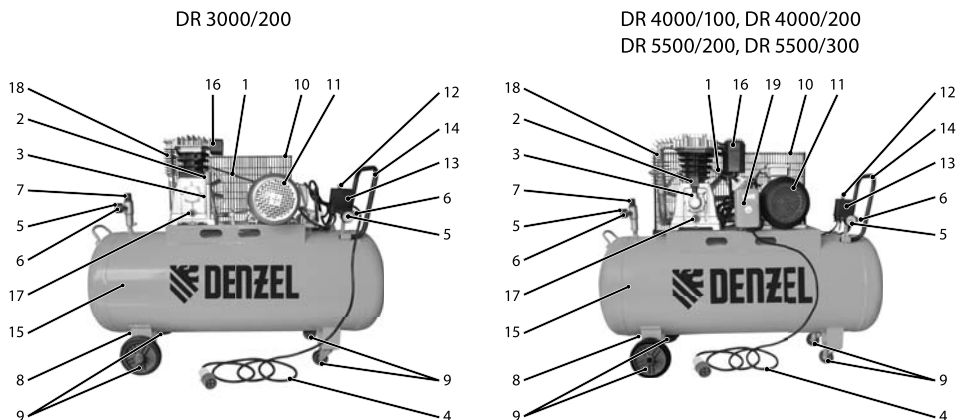
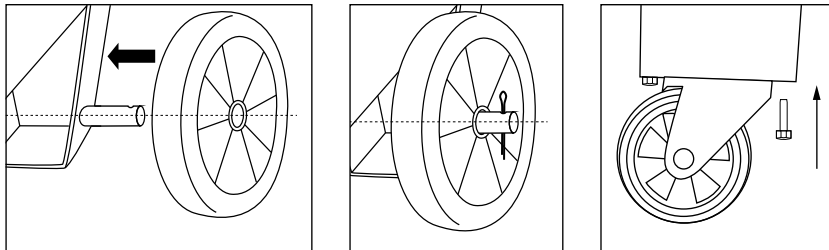
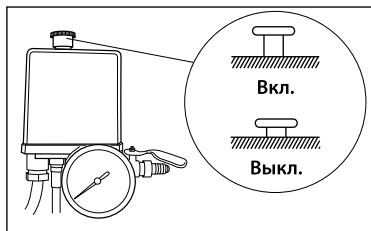

рис. 1
рис. 3
рис. 6
- Манометром 5 (рис. 1) для контроля давления сжатого воздуха;
- Реле давления 13 (рис. 1) для регулирования производительности периодическим запуском/остановкой компрессора;
Установите транспортировочные колеса 9 (рис. 1), как показано на рис. 3.
- Установите в разрыв цепи питания дополнительное автоматическое защитное устройство (рис. 6).
- Убедитесь, что выключатель компрессора 12 (рис. 1) находится в положении «Выключено» (рис. 6).
- Установите регулятор давления 7 (рис. 1) в положение «min».
- Подключите к выходному быстросъемному коннектору 6 (рис. 1) компрессора пневматический инструмент.
При первом запуске компрессор должен проработать без нагрузки около 10 минут с полностью открытым регулятором давления 7 (рис. 1) выходного воздуха и клапаном слива конденсата из ресивера.
По истечении времени обкатки закройте клапан слива конденсата 8 (рис. 1) и проверьте, чтобы компрессор нагнетал воздух в ресивер 15 (рис. 1) и останавливался автоматически при помощи реле 13 (рис. 1) при достижении максимального значения давления.
Перед запуском следует убедиться, что переключатель реле давления 12 (рис. 1) находится в положении «Выключено», а вилка вставлена в сетевую розетку.
Поворачивая регулятор давления 7 (рис. 1) по часовой стрелке, установите давление, рекомендуемое производителем подключаемого пневмоинструмента.